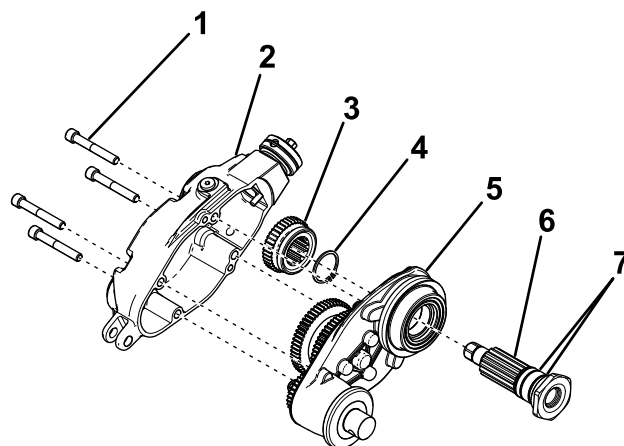

Figura 5
1. Instale 2 juntas tóricas en el árbol de transmisión (Figura 5).
2. Inserte el nuevo árbol de transmisión en la carcasa del groomer (Figura 5).
3. Instale el anillo de retención y el engranaje motor retirados anteriormente (Figura 5).
4. Sujete la cubierta del groomer a la carcasa del groomer con los 4 pernos retirados anteriormente (Figura 5) y apriételos a entre 8 y 10 N·m.